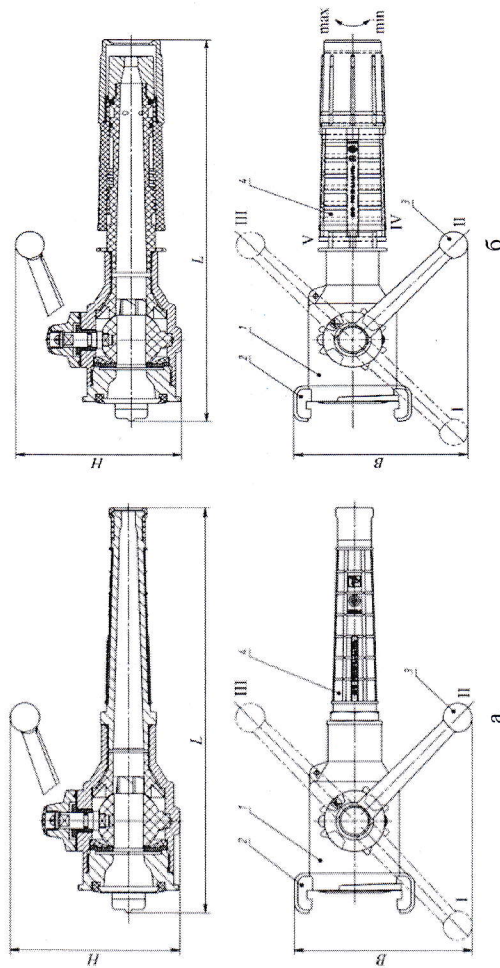

Рис. 1. Конструкция ручного пожарного ствола: а — РСР-50; б — РСК-50
- минимальный;	—	0,70 (40)
- максимальный;	0,70 (40)	1,22 (70)
6. Габаритные размеры (рис. 1, 2), мм, не более:
- высота (H);	150	150
- длина (L);	350	365
- ширина (B);	155	155
3. Стволы (рис. 1) состоят из корпуса 1, соединительной головки 2, перекрывающего устройства с рукояткой 3 и насадкой 4 (регулируемым насадком для ствола РСК-50). По требованию заказчика стволы могут дополнительно комплектоваться плечевым ремнем.
Положение рукоятки 3 (рис. 1) перекрывающего устройства для перекрытия и образования компактной или распыленной струи воды:
4.2. Ствол РСК-50 дополнительно снабжен устройством, позволяющим изменять угол факела распыленной струи в зависимости от положения гайки регулируемого насадка 4 (рис. 1 б);
6.1. При подготовке к работе ствол следует надежно соединить с рукавной линией. Установить рукоятку 3 (рис. 1) ствола в положение, необходимое для формирования определенного вида струи и направить её на очаг пожара. Дать сигнал готовности к работе.